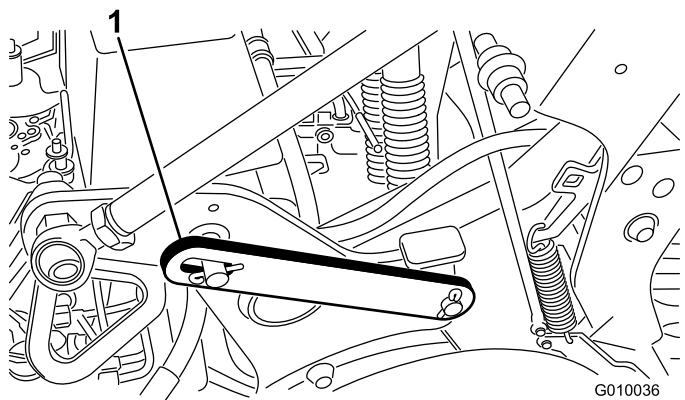

Figura 18
3. Retire el anillo de retención que sujeta el fiador de mantenimiento en la posición de almacenamiento (Figura 18).